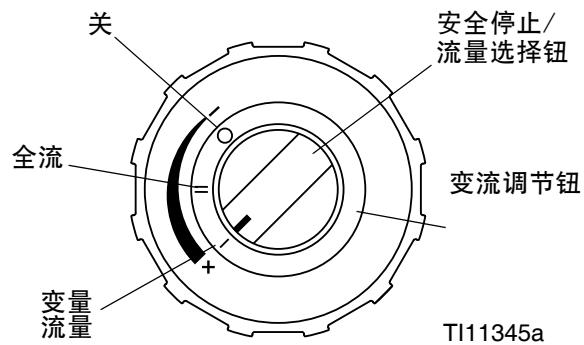

图 25
2. 将流量选择钮转到变流位置。 参见图 25。
要喷射减流喷型，应推入流量选择钮并将其转到变流位置。 参见图 25。
要返回到全流喷型，应推入流量选择钮并将其转到全流位置。 参见图 25。
注意：当流量选择旋钮在安全停止位置时，变流调节旋钮不能调节。参见图 25。
4. 开启空气阀并打开流体阀。确保流量选择钮设置在变流位置。参见图 25。